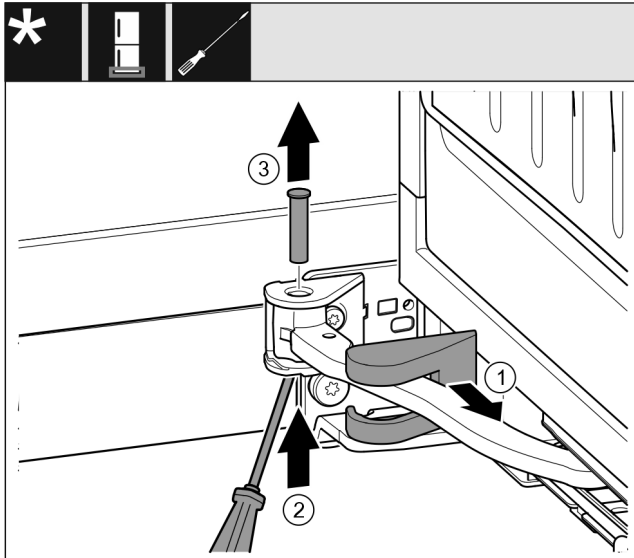

Fig. 19
- ▶ Húzza le a csapágybak fedelét Fig. 19 (1), és tolja el a csukló mentén.
- ▶ Csavarhúzóval emelje fel lentről a csapszeget Fig. 19 (2).
- ▶ Húzza ki felülről a csapszeget Fig. 19 (3).